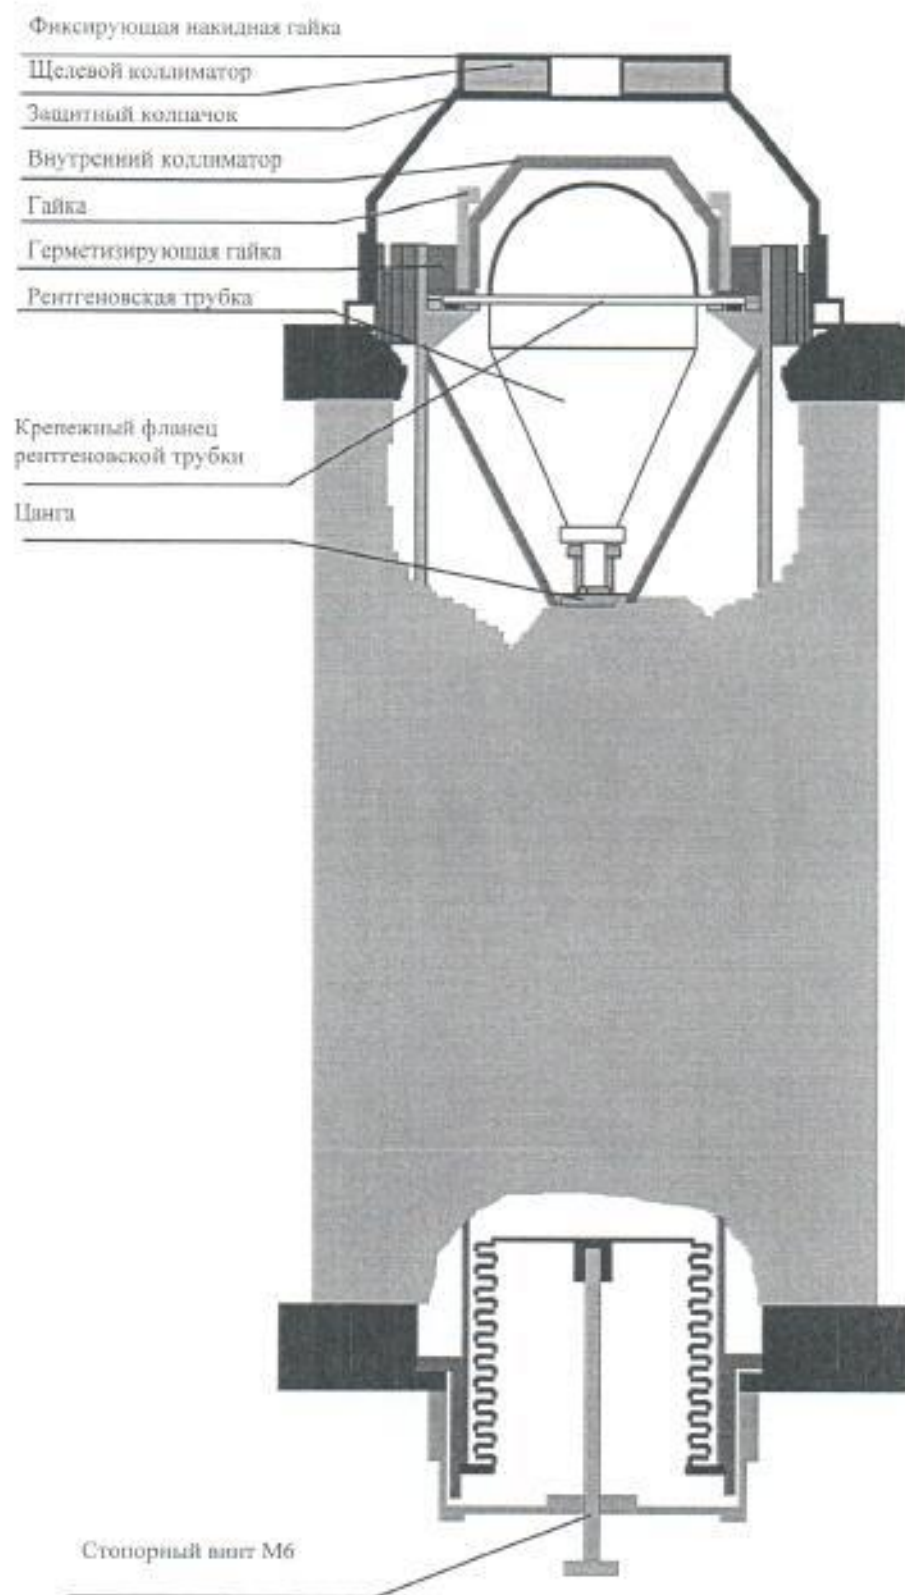

Рис.6.
При панорамном просвечивании: следует открутить передний защитный колпачок, снять (открутить) внутренний коллиматор, установить в исходное положение защитный колпачок (рис. 6.).
При фронтальном просвечивании: следует обращать внимание на положение щелевого коллиматора по отношению к просвечиваемому объекту. Ориентация щелевого коллиматора изменяется при ослаблении передней накидной гайки (рис. 6.), фиксирующей коллиматор. При просвечивании не протяженных объектов следует снять щелевой коллиматор.
9.6. Для ускоренной оценки работоспособности рентгеновского аппарата рекомендуется следующий метод: установить дозиметр типа ДК-02 на расстоянии 1,0 м от торца рентгеновского моноблока в прямом пучке; подготовить аппарат к работе в соответствии с п. 7 (при измерениях допускается подключение аппарата к полностью заряженной и исправной аккумуляторной батарее 24В, емкостью не менее 16 А·час); установить таймером время экспозиции 30 сек.; скрутить защитный колпачок рентгеновского моноблока (см. рис. 6 стр. 16); нажать кнопку «Старт» на ПУ.